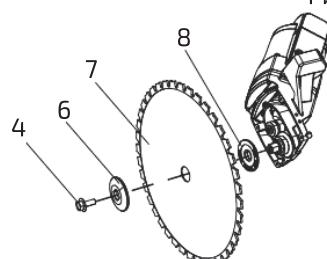

Рис. 48
2. Установить на шпиндель вплотную к диску шайбу диска (6) (рис. 48).